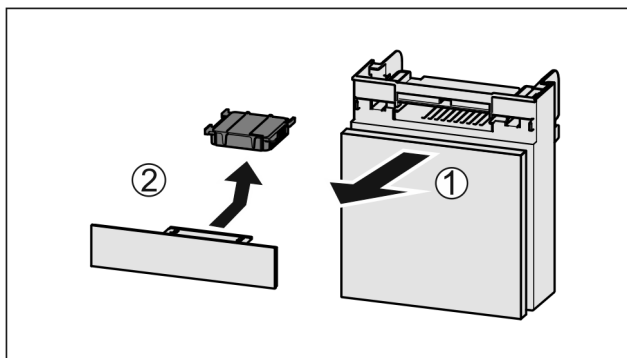

Fig. 43
- Zásuvku vytáhněte dopředu Fig. 43 (1).
- Filtr s aktivním uhlím vyjměte Fig. 43 (2).